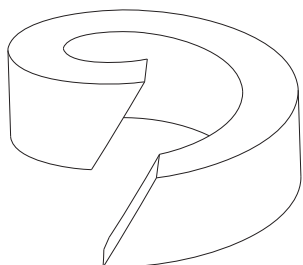

Рис. 7: Сальниковое кольцо
- При резке сальникового уплотнения от шнура проследите за тем, чтобы разрез был косым (см. Рис. 7).